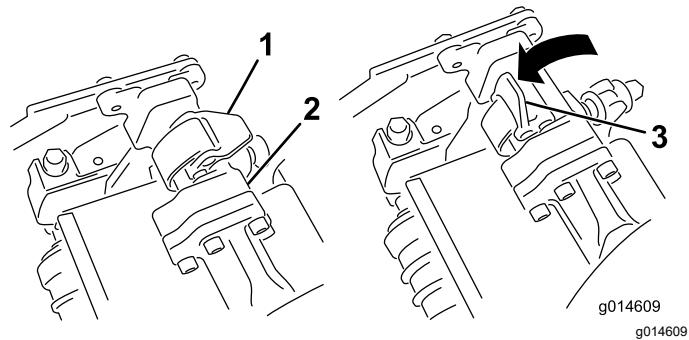
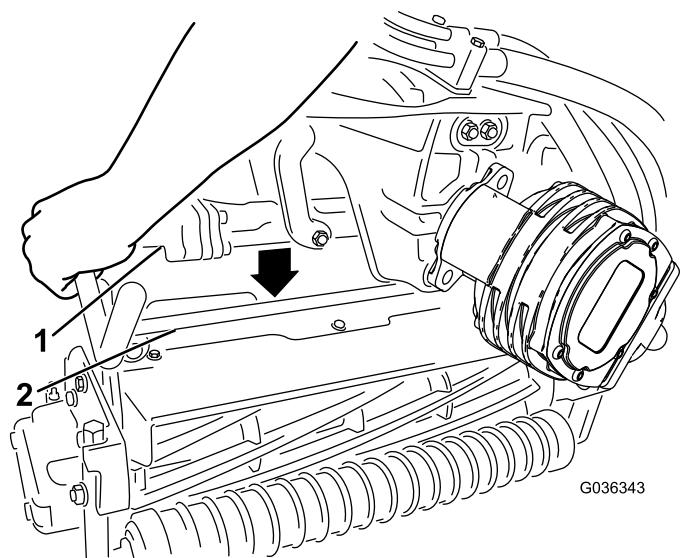

Рисунок 53
Рисунок 54
- Когда защелки на штанге рычага подвески направлены вверх (т.е. открыты) (Рисунок 53), нажмите на рычаг подвески так, чтобы штанга села на поперечный стержень наверху режущего блока (Рисунок 54).
- Опустите защелки и поверните вокруг стержня режущего блока и заблокируйте их (Рисунок 53).
5. Откройте защелки на штанге рычага подвески режущего блока, который необходимо снять (Рисунок 53).